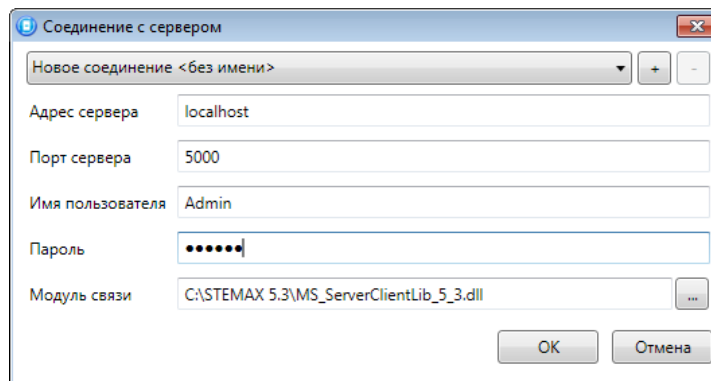

Рисунок 5.14 – Подключение к серверу STEMAX
**Шаг 1:** установите подключение к серверу STEMAX. Для этого в меню *Файл* выберите *Подключиться к серверу ПЦН* или нажмите кнопку . В окне авторизации (см. рисунок 5.14) введите данные в соответствии с таблицей 5.1 и нажмите кнопку *ОК*.